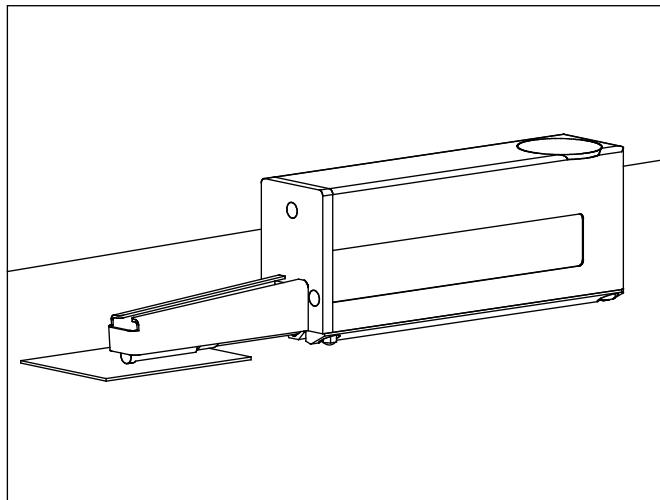

Fig. 5
- En objetos de medición pequeños y planos (altura máx. 4 mm), la unidad de avance se sitúa de forma que el palpador quede por encima del objeto y pueda bajarse hacia la superficie a medir mediante el ajuste automático de altura (véase fig. 5).